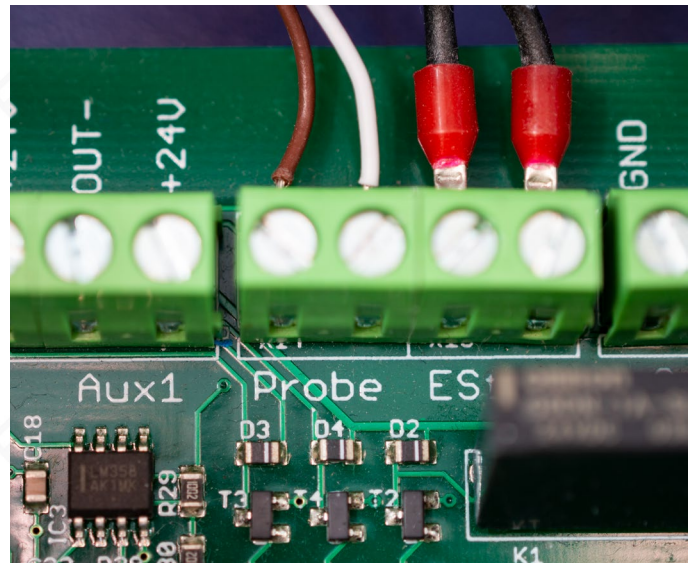

Bild 16: Anschluss des Werkzeuglängensensors, hier mit brauner und weißer Ader. Rechts daneben der Notaus.
- Klemmen Sie das Kabel des Werkzeuglängensensors an, wie in Bild 16 auf der nächsten Seite gezeigt.
Bild 16 zeigt den Anschluss auf der Hauptplatine.